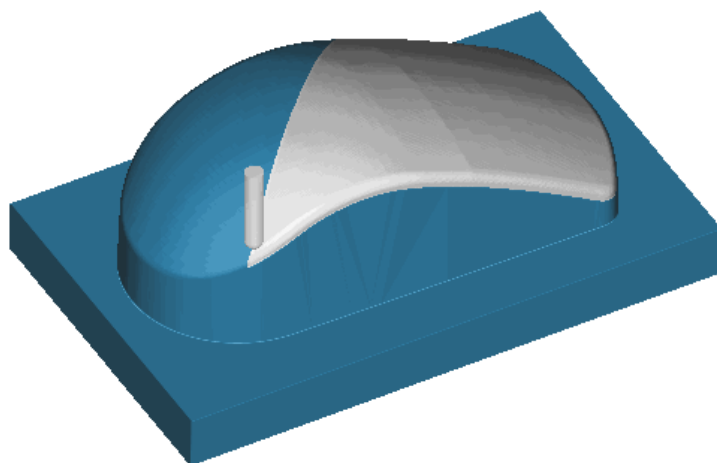

图 6-2
- 在与刀轴平行的平面内，刀轨随曲面而变化，不同于型腔铣和平面铣的水平层状刀轨。图 6-1 和图 6-2 分别是典型曲面的加工刀轨和验证实例。